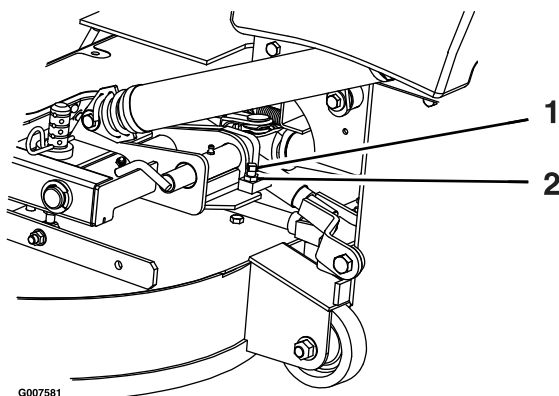

Figura 73
2. Afloje la contratuerca y gire el tornillo de tope en sentido horario hasta que el pestillo de bloqueo esté apretado y no pueda girarse a mano (Figura 73).